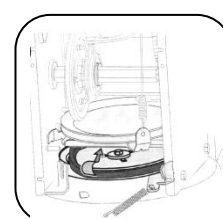

Рис. 14
- Снимите ремень с ролика шнека и вытащите ремень между пружины и роликом. Установите новый ремень следуя обратному порядку. см. Рис. 14